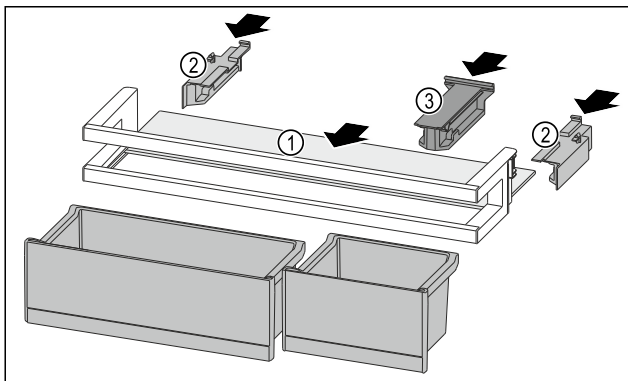

Fig. 135
- ▶ Introduzca el estante Fig. 135 (1) en los huecos laterales.
- ▶ Inserte las partes laterales Fig. 135 (2).
- ▶ Inserte la pieza de retención Fig. 135 (3).